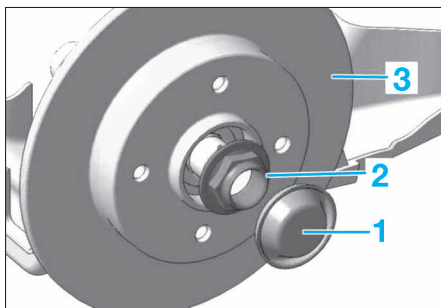

FIG.10
- Déposer le capuchon (1) (Fig.10).